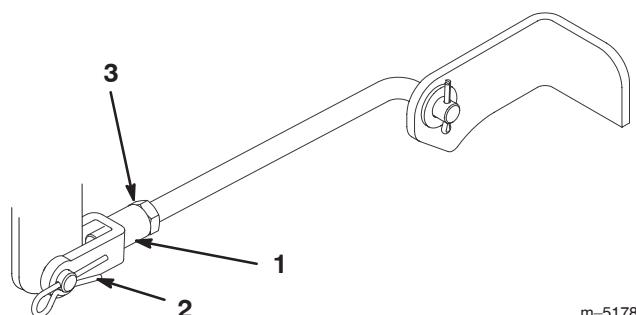

Figure 43
- Pour régler l'inclinaison avant/arrière des lames, enlevez la goupille fendue des chapes des tourillons avant et desserrez les contre-écrous (Fig. 43).
- Tournez les chapes sur les tourillons pour modifier le réglage (Fig. 43). Serrez les chapes (raccourcissez les tourillons) pour relever l'avant du plateau et desserrez-les (allongez les tourillons) pour abaisser l'avant du plateau.